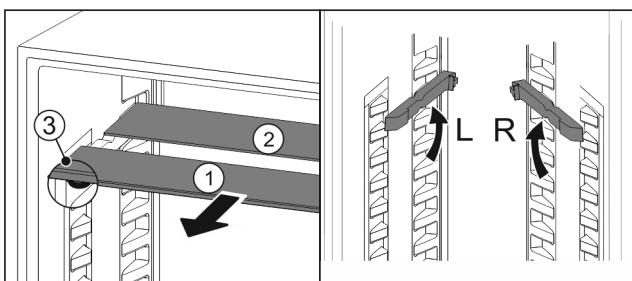

Fig. 94
- ▷ Glasplatten einzeln nach vorne herausziehen Fig. 94 (1).
- ▷ Glasplatte Fig. 94 (1) mit Zierleiste liegt vorne.
- ▷ Stopps Fig. 94 (3) zeigen nach unten.